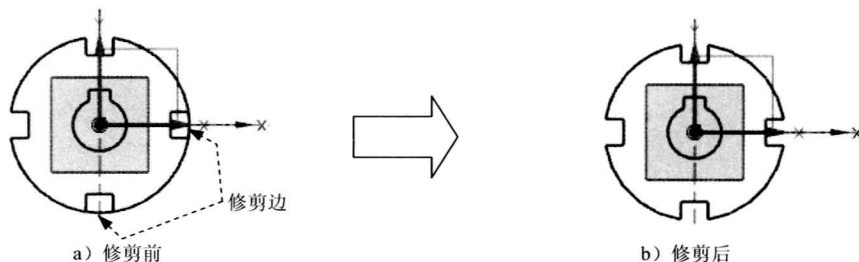

图 2.13.22 修剪曲线
Step 3 修剪曲线。选择下拉菜单 **编辑(E) → 曲线(V) → 快速修剪(Q)** 命令，选取图 2.13.22 所示的要剪切的部位，修剪后的图形如图 2.13.22 所示。